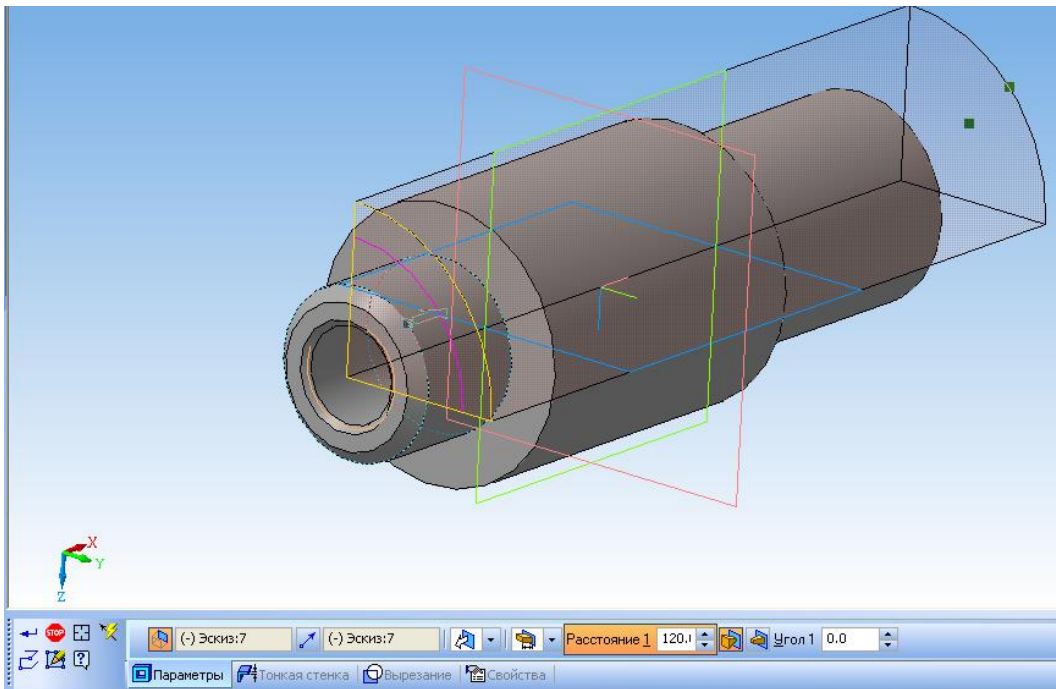

Рисунок 68
- завершите создание эскиза и выполните команду **Вырезать выдавливанием**, установив направление выдавливания – **Обратное направление**, и величину выдавливания – 120 мм (рисунок68).